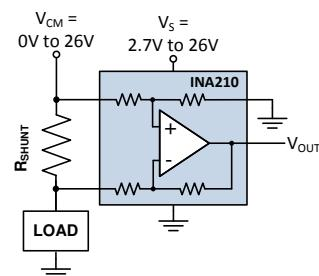

図 2. INA210: 電流センス アンプ
**INA210** は専用の電流センシングアンプで、**図 2** に示すようにゲイン設定抵抗が内蔵されています。ゲイン設定用抵抗をデバイス内部に組み込むことで、一般的な外付けゲイン抵抗と比べてマッチング精度および温度ドリフトの安定性が向上します。省スペース化された QFN パッケージは、オペアンプおよび外付けゲイン抵抗器の基板占有面積を大幅に削減します。電流センシングアンプは一般に、入力電流と ADC のフルスケール入力範囲に基づいて、シャント抵抗の値とのマッチングを最適化できるよう、複数の固定ゲインレベルを持ってます。